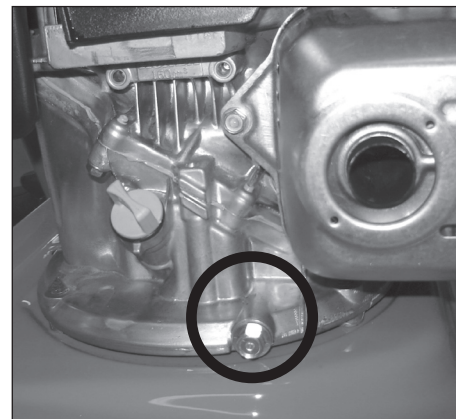

Figure 16 - Site du drain d'huile
2. Trouver et quitter le tapon de drainage de l'huile du moteur (voir Figure 16).